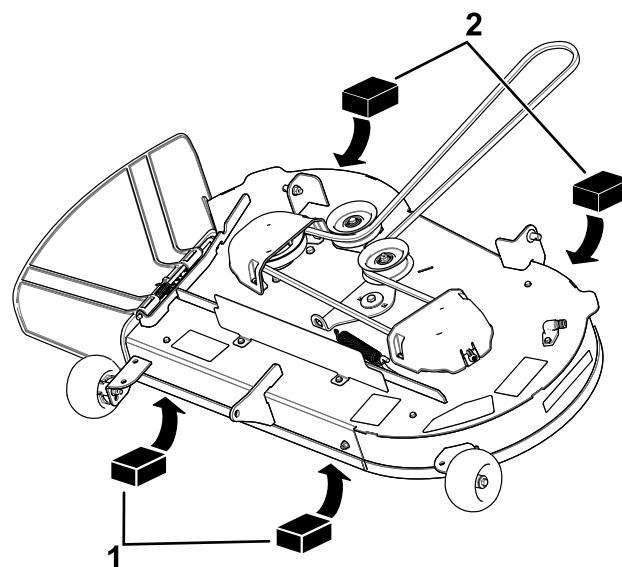

**Figura 70**
5. Mida entre la punta de la cuchilla delantera y la superficie plana y entre la punta de la cuchilla trasera y la superficie plana (Figura 69 o Figura 70).